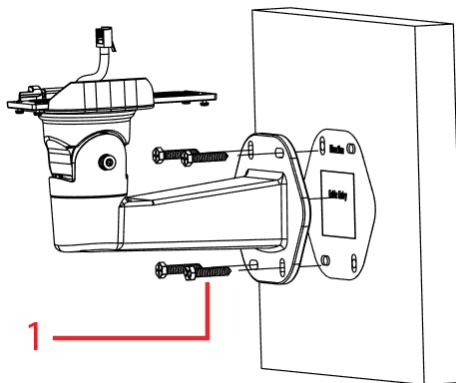

Figura 2
- E. Utilice los cuatro tornillos TP6x32mm (1) (Figura 2) para fijar el brazo de montaje a una superficie.